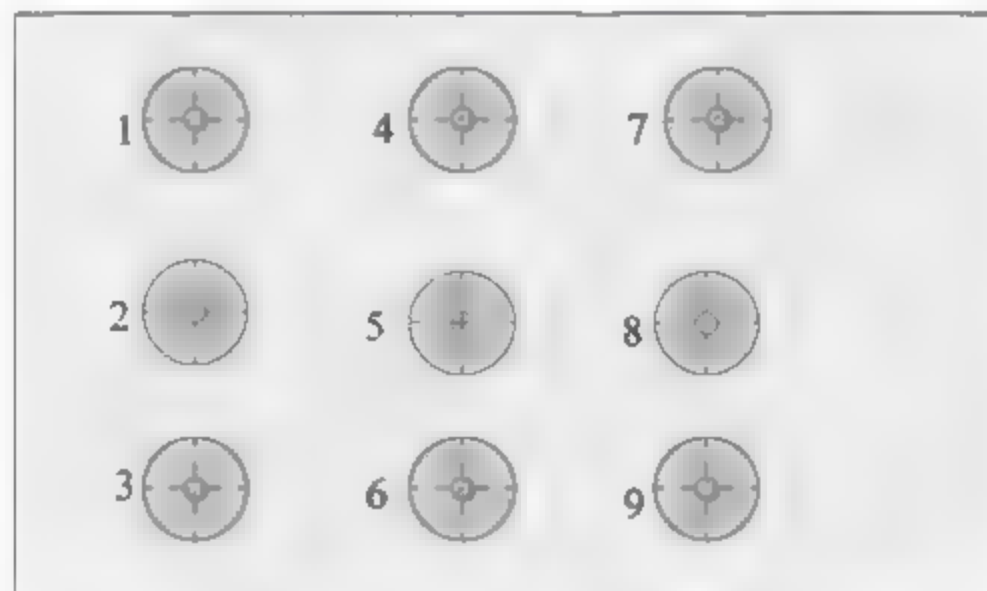
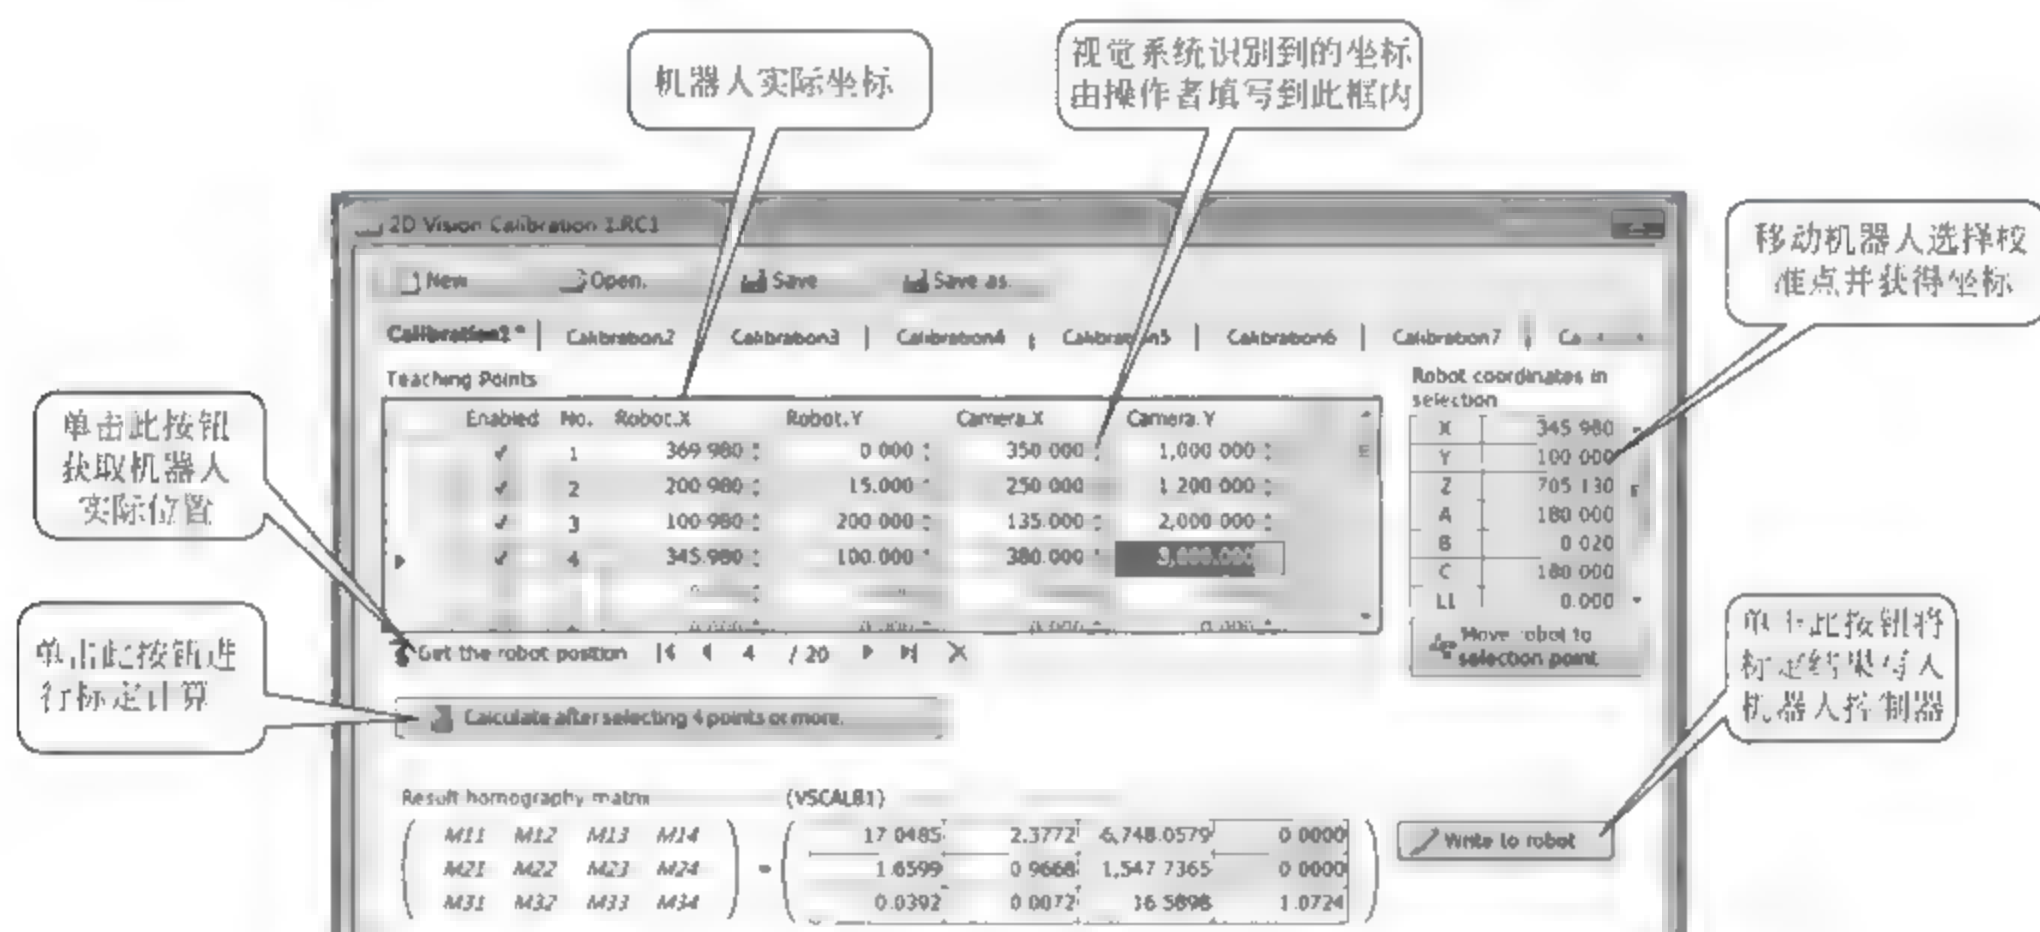

图 29-18 B 程序使用的标定板
图 29-20 RT 软件的 2D 标定界面
- (1) 在机器人上加装测针。
- (2) 制作标记板如图 29-18 所示。
- (3) 在 RT 软件中,设置“任务区 1”中为“B 程序”。
- (4) 检查与视觉系统的通信状态,保证通信正常。启动视觉系统。
- (5) 启动传送带。
- (6) 选择机器人“自动工作”模式。
- (7) 启动 B 程序(可使用 TB 单元)。
- (8) 放置“标记板”在传送带上使“标记板”通过视觉区一直运行到“机器人工作区”,在“机器人工作区”中部使传送带停止。
- (9) 由视觉系统获得标记板 4 个以上点位数据(如 1、3、5、7、9 点位)。
- (10) B 程序停止在 HLT 步。
- (11) 选择“手动模式”。
- (12) 通过示教获得 4 个以上的点位数据(例如 1、3、5、7、9 点位),全部记录在 RT 软件的 2D 标定界面,如图 29-20 所示。
- (13) 机器人 Z 轴上升。
- (14) 选择“自动模式”,启动 B 程序直到执行到 END 步。
- (15) 在 RT 软件的 2D 标定界面写入视觉系统检测获得的数据,进行标定并写入机器人。
(1) 打开 RT 软件，单击“维护”→2D，弹出如图 29-20 所示界面。